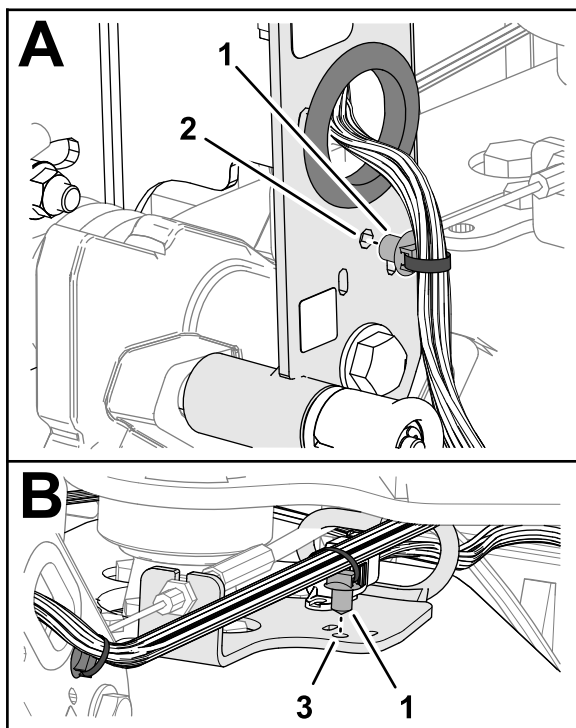

Figure 10
4. Insérez l'ancrage enfichable du faisceau de la machine dans le trou du profilé du timon (**Figure 10**).